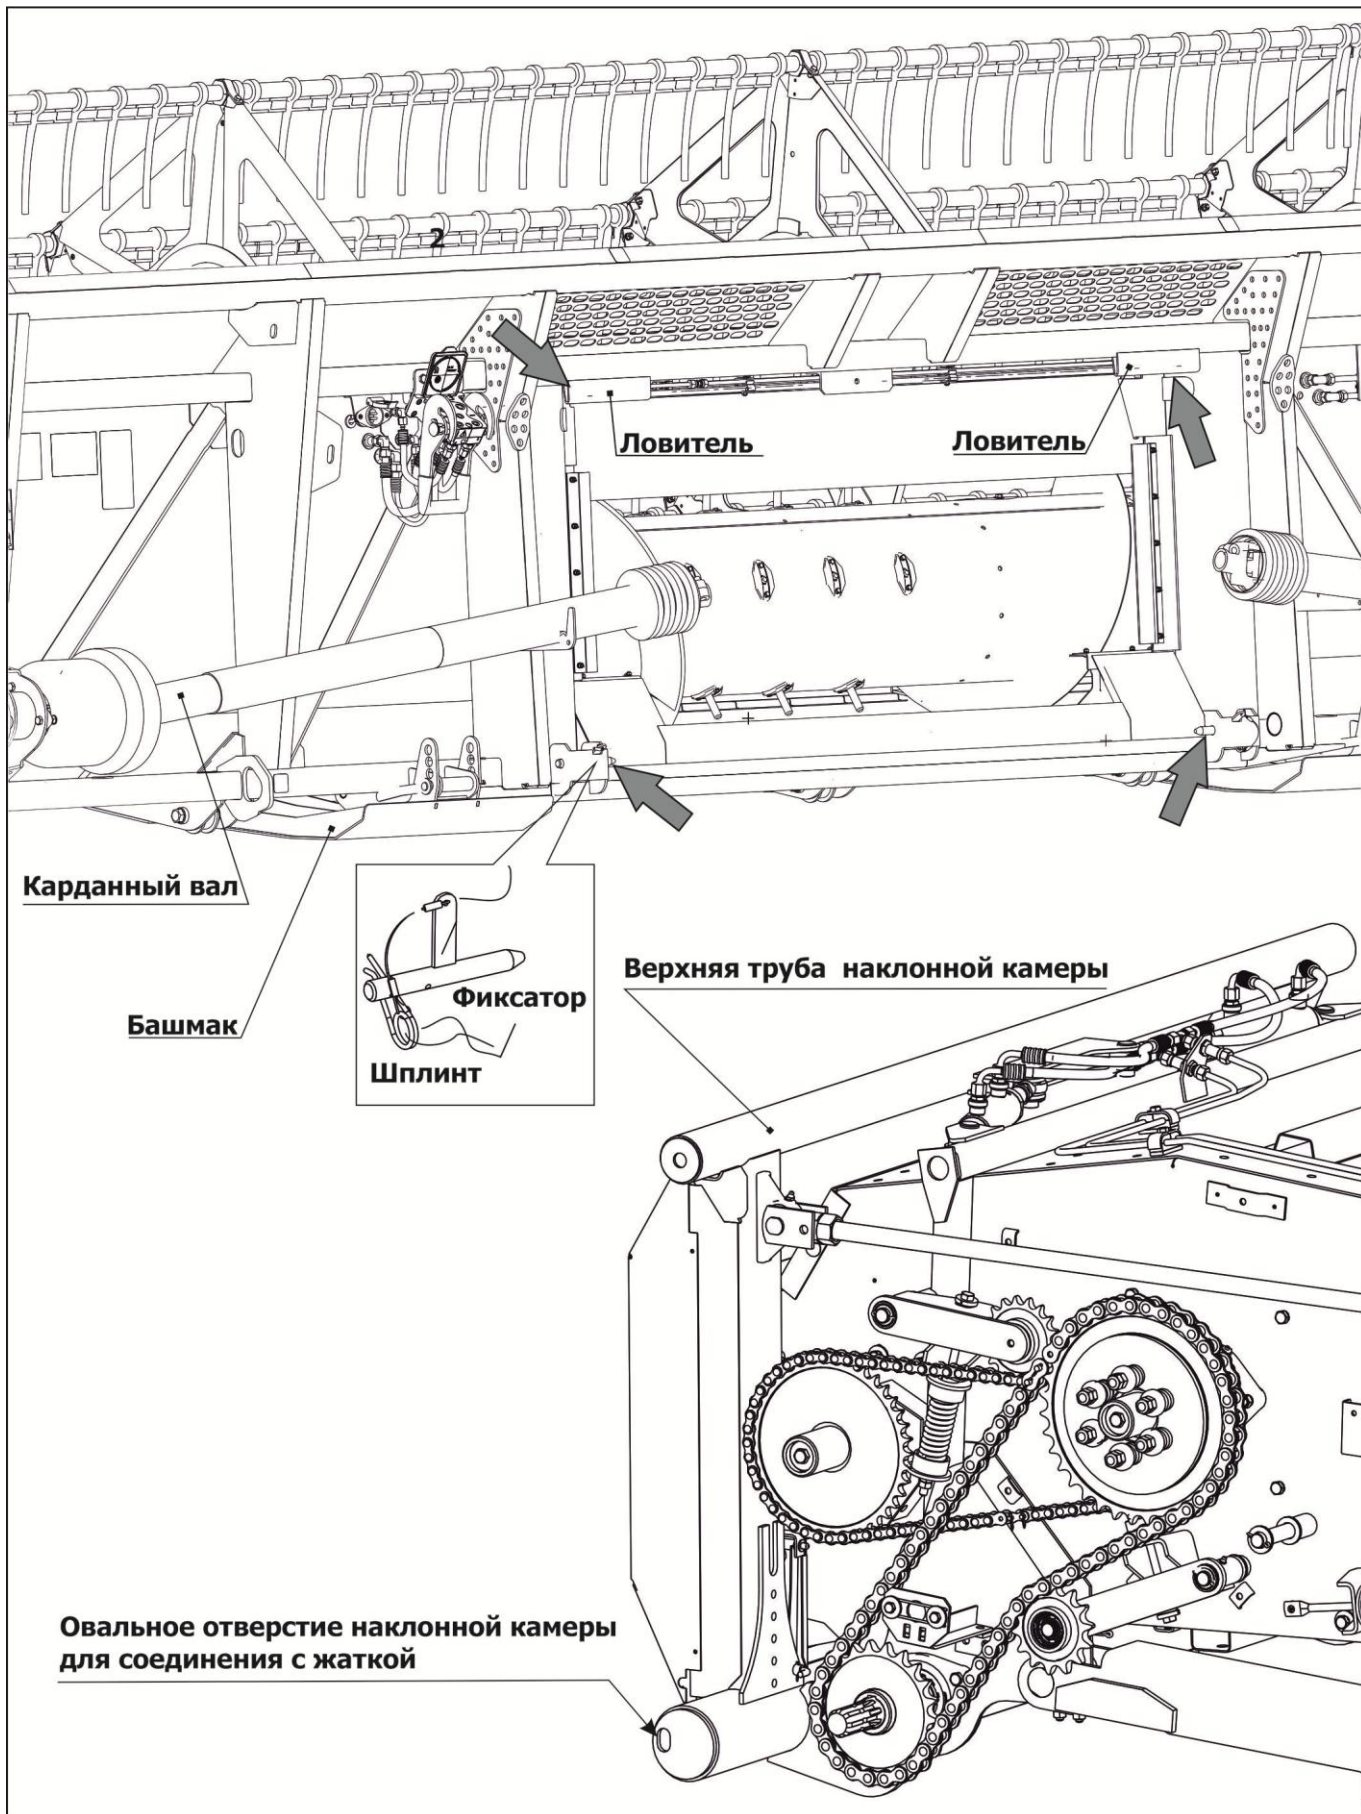

Рисунок 5.5 – Монтаж жатки FS-902 на комбайн
1. Подвести комбайн так, чтобы верхняя труба наклонной камеры (рисунок 5.5, 5.6) расположилась под ловителями жатки. Приподнять жатку и с помощью двух фиксаторов, расположенных в нижней части корпуса жатки, жестко соединить ее с рамкой через овальные отверстия в рамке. Фиксаторы заблокировать шплинтами.